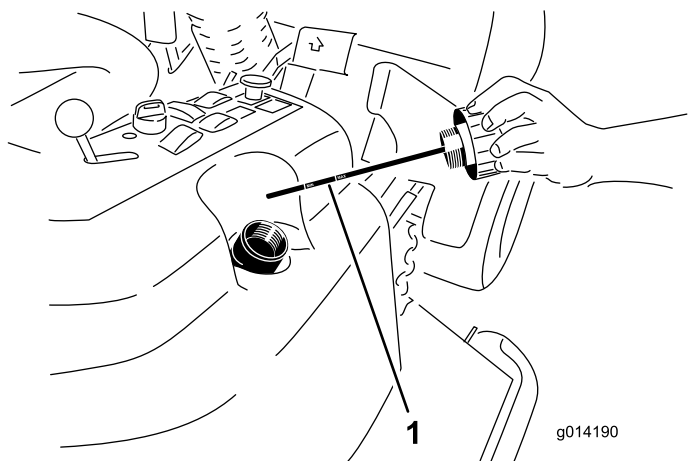

図 48
- 油圧オイル給油口からキャップ 図 48 を取る。
- ディップスティックを抜きウェスで一度きれいに拭く(図 48)。
- もう一度首まで完全にねじ込んでから抜き、オイルの量を点検する 図 48。